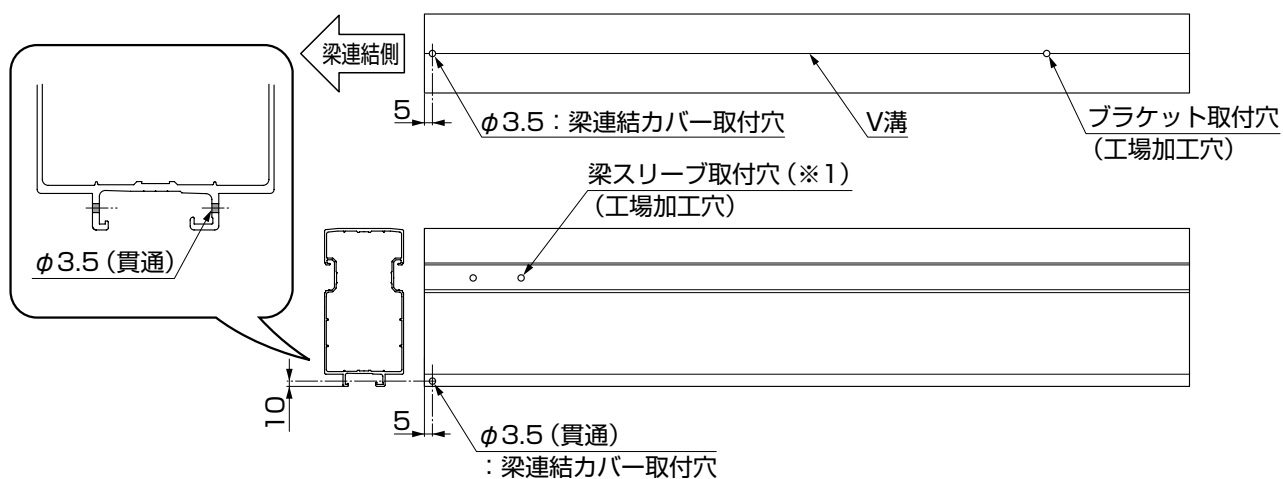

図4-3 梁端部 梁連結カバー取付用下穴加工
- 図4-3は端部・右用を示します。端部・左用の場合は左右対称の加工です。
(2) 梁の連結
- ① 梁スリーブを梁 中間に差込み、【12-6】で取付けてください。
- ② 梁 端部を梁スリーブをに差込み、【12-6】で取付けてください。